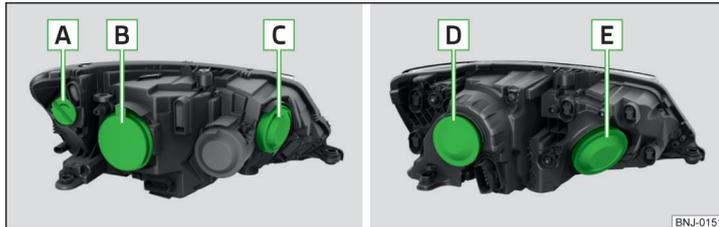

Abb. 203 Prinzipdarstellung: Halogen-Scheinwerfer / Halogen-Projektorscheinwerfer
Glühlampenanzordnung » Abb. 203
- Die Schutzkappe **B** » Abb. 203 auf Seite 191 abnehmen.
- Die Schutzkappe **B** » Abb. 203 auf Seite 191 einsetzen.
- › Die Schutzkappe **C** » Abb. 203 auf Seite 191 abnehmen.
- › Die Schutzkappe **C** » Abb. 203 auf Seite 191 einsetzen.
- › Die Schutzkappe **B** » Abb. 203 auf Seite 191 abnehmen.
- › Die Schutzkappe **B** » Abb. 203 auf Seite 191 einsetzen.
- › Die Schutzkappe **D** » Abb. 203 auf Seite 191 abnehmen.